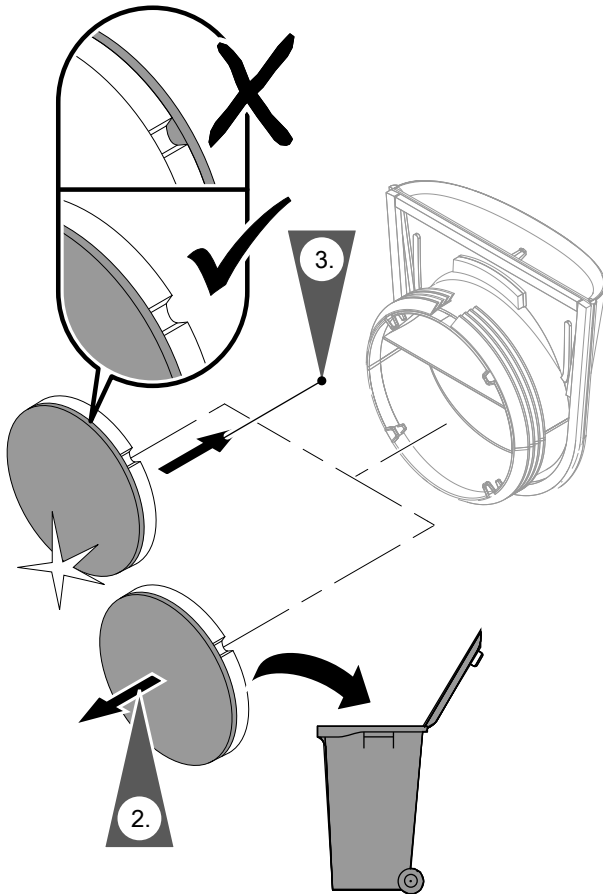

Рис. 22
3. Вставьте новый фильтр в диафрагму внутренней стены, как показано на рис. 22.